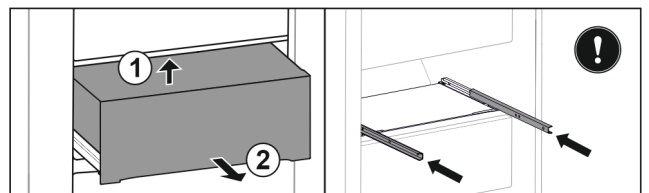

Fig. 46
- Soulever le tiroir à l'arrière par le bas. Fig. 46 (1)
- Retirer le tiroir par l'avant. Fig. 46 (2)